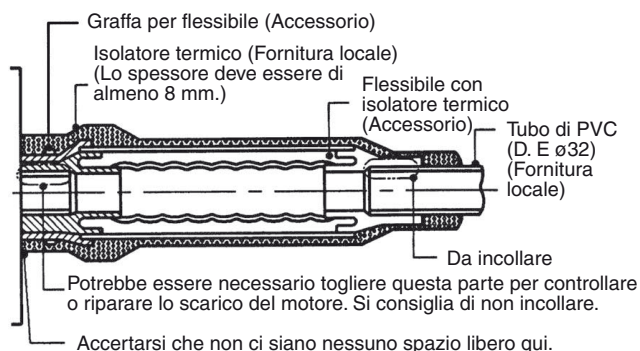

Fig.3-8
- Stringere i fermagli del tubo flessibile in modo che i loro dadi di bloccaggio siano rivolti verso l'alto. (Fig. 3-8)